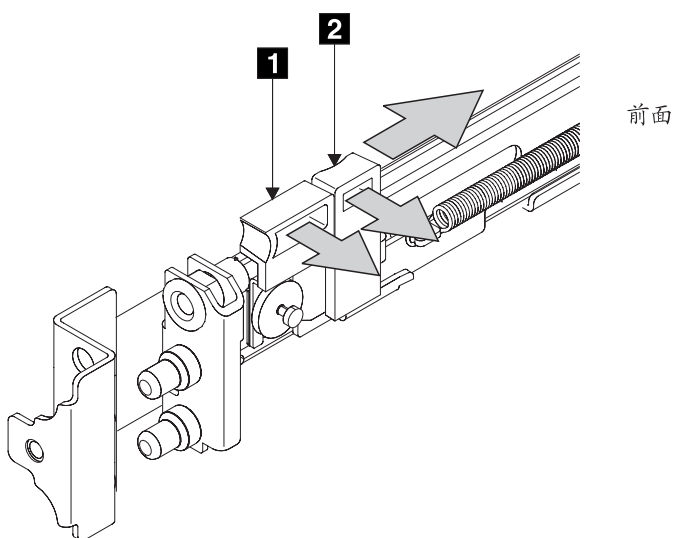

图 126. 打开前面的插销锁托架组合件
5. 当您向导轨远端移动插销控制杆 **1** 时，轻轻将插销锁 **2**（图 126）推离导轨。插销锁托架组合件朝与弹力相反的方向滑动。